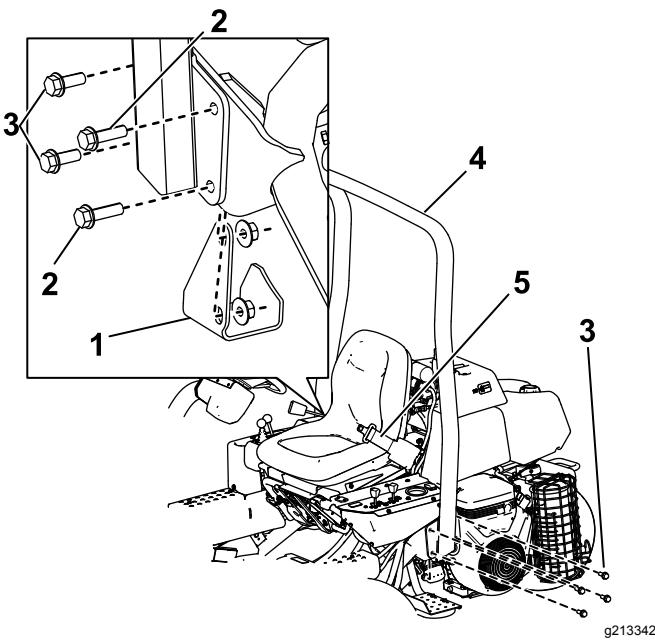

Figura 6
2. Abbassate il roll bar (Figura 6) sulle staffe di montaggio, allineando i fori di montaggio.
3. Fissate il lato sinistro del roll bar alla staffa di montaggio utilizzando 4 bulloni (1/2" x 1 1/2") e dadi di bloccaggio (Figura 6).
5. Fissate il lato destro del roll bar e il tampone di sollevamento rimosso in precedenza alla staffa di montaggio utilizzando 2 bulloni (1/2" x 1 1/2"), 2 bulloni (1/2" x 1 3/4") e dadi di bloccaggio, come illustrato nella Figura 6.